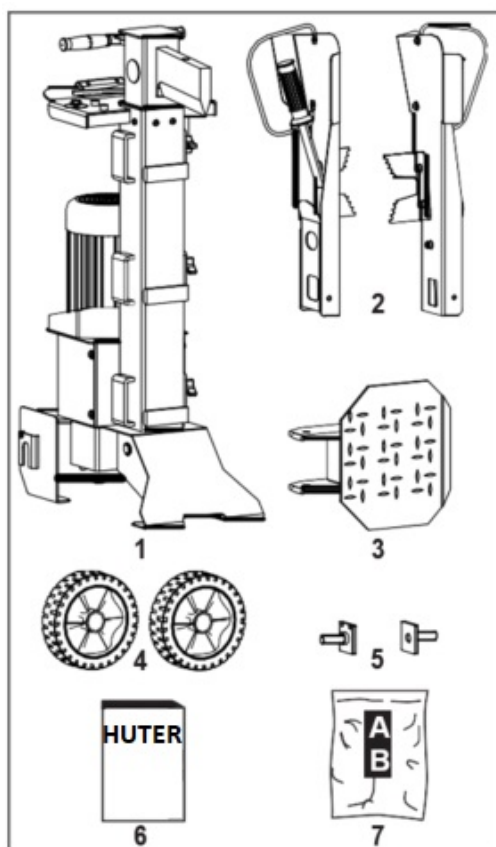
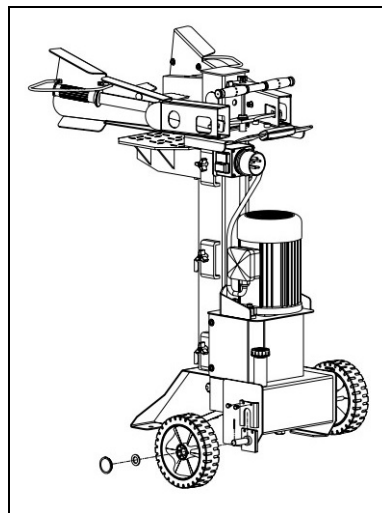

Рис.1. Комплектация
Рис. 3. Установка колес
1. Установить на дровокол втулки колесные 5 (Рис. 1) и закрепить их болтами (Рис. 3).
Установить колеса на втулки и закрепить их шайбами и шплинтами (Рис.3).
13. Проверьте работу выключателя. Включение и выключение древокола производится выключателем 19 (Рис.1). При включении подвижная часть древокола поднимается вверх, при выключении – остается в том положении, в котором были отпущен(ы) рычаг(и) управления.
Дровокол оснащен системой управления, которая требует для проведения работ использования обеих рук оператора. Все подвижные части дровокола останавливаются при отсутствии контроля за одним из рычагов управления 17 (рис. 1)